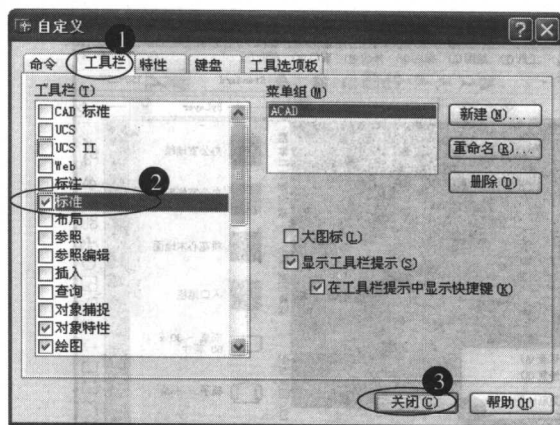
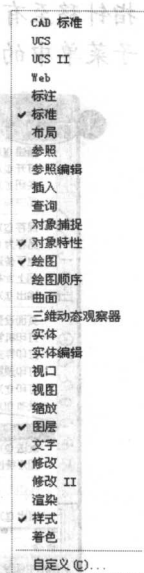

图 1-4 “自定义”对话框
图 1-5 工具栏快捷菜单
- 选择[视图]▶[工具栏]菜单命令，打开“自定义”对话框，单击“工具栏”选项卡，在“工具栏”列表框中要调用的工具栏名称前的☐中单击，如图 1-4 所示。当其变成☒状态时即可在 AutoCAD 2004 窗口中显示该工具栏。然后单击 **关闭(C)** 按钮关闭该对话框即可。
- 在 AutoCAD 2004 的任意工具栏上单击鼠标右键，在弹出如图 1-5 所示的快捷菜单中选择要调用的工具栏名称即可。选择该快捷菜单中的“自定义”命令将打开如图 1-4 所示的“自定义”对话框。